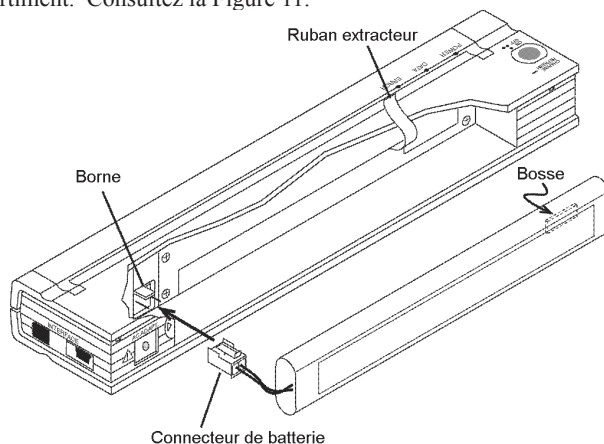

Figure 11. Branchement du connecteur sur les contacts de batterie
3. Poussez doucement le connecteur de la batterie dans les contacts à l'intérieur du compartiment. Consultez la Figure 11.